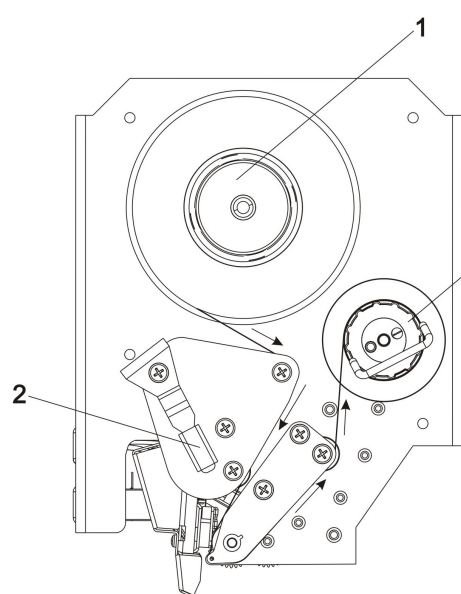

Рис. 12
- для весов ШТРИХ-ПРИНТ ПВ поверните рычаг открытия головки **2** против часовой стрелки, головка принтера откроется, см. рисунок 12;
- для весов ШТРИХ-ПРИНТ ПВ поверните рычаг закрытия головки **2** по часовой стрелке, головка принтера закроется, см. рисунок 12;